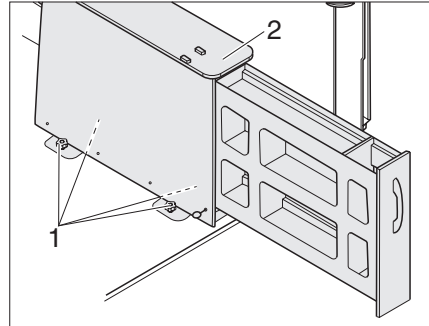

Bild 55 Ta bort den bakre lådan
- ▶ Lossa de fyra stjärnskruvarna (Bild 55,1) och ta bort lådan (Bild 55,2).